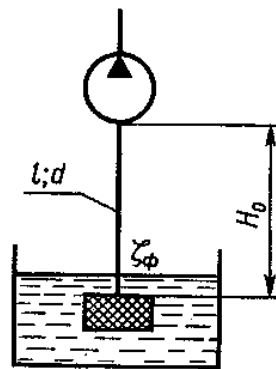

Рис.9
16. Определить минимально возможный диаметр всасывающего трубопровода (рис.9), если подача насоса $Q = 1$ л/с; высота всасывания $H_0 = 2,5$ м; длина трубопровода $l = 3$ м; шероховатость трубы $\Delta = 0,08$ мм; коэффициент сопротивления входного фильтра $\xi_{\text{ф}} = 5$; максимально допустимый вакуум перед входом в насос $p_{\text{вак}} = 0,08$ МПа; вязкость рабочей жидкости $\nu = 0,01$ Ст; плотность $\rho = 1000$ кг/м³.